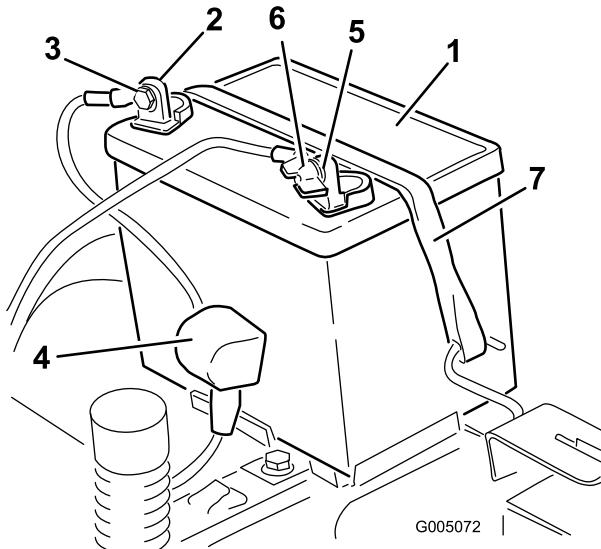

Figura 47
4. Desligue o cabo negativo (preto) do pólo da bateria (Figura 47).
6. Desligue o cabo positivo (vermelho) do pólo da bateria (Figura 47).
7. Retire o suporte da bateria (Figura 47) e levante a bateria para a retirar da respetiva plataforma.
1. Posicione da bateria no tabuleiro (Figura 47).
5. Prenda a bateria ao suporte (Figura 47).